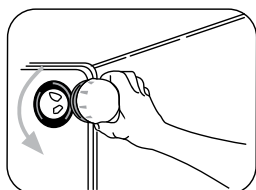

Figura 32
- Quite el vidrio que cubre la lámpara en la parte posterior del horno, girando en el sentido contrario a las manecillas del reloj (Ver figura 32).